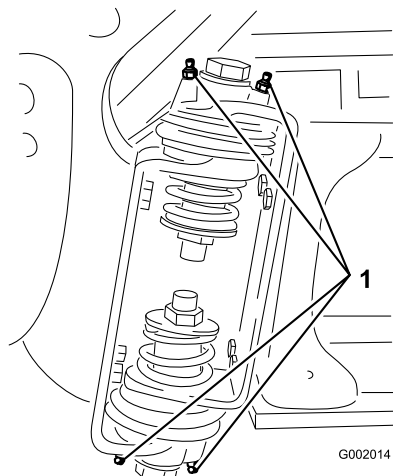

Figura 41
2. Pompate del grasso nel raccordo di ogni cuscinetto o boccola Figura 41.